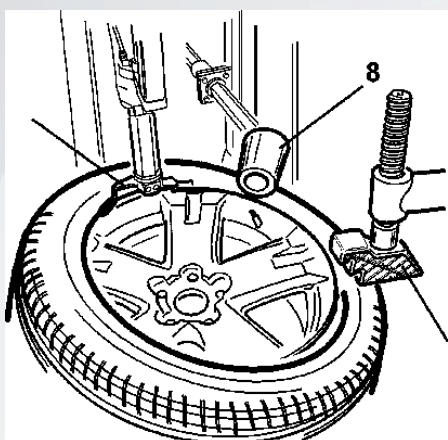

Рис.13
Следуйте стандартной процедуре демонтажа покрышки, при этом используйте отжимной диск, чтобы удерживать покрышку на одном уровне с монтажным ручьём обода (Рис.12). Это поможет поместить борт на демонтную головку (Рис. 13).
Расположите ролик (8) и прижимную головку (4) справа от демонтажной головки станда (X) так, чтобы верхний борт покрышки был на уровне монтажного ручья обода (Рис. 13).